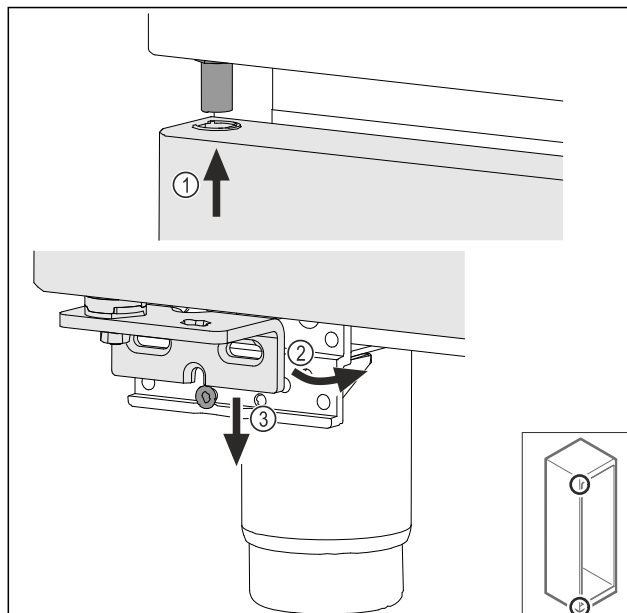

Fig. 70
- Rahlo nagnjena vrata vstavite zgoraj Fig. 70 (1), poravnajte vrata Fig. 70 (2) in jih spodaj postavite na vijak ležajnega podstavka Fig. 70 (3).